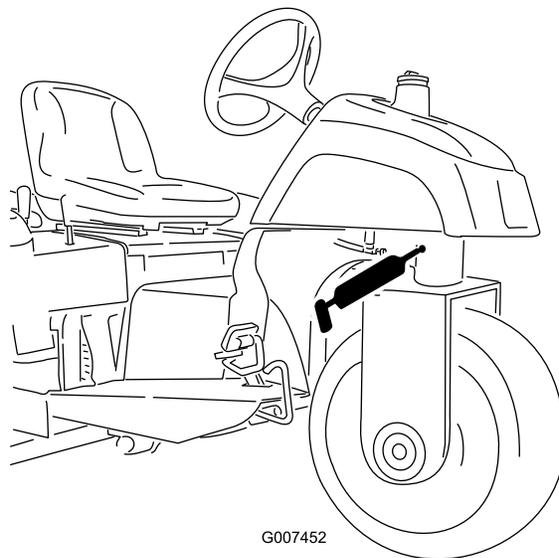

Figure 24
- Pivot de direction (Figure 24)
**Remarque:** Le raccord encastré sur le pivot de direction (Figure 24) nécessite un adaptateur pour la pompe à graisse. Vous pouvez le commander chez les distributeurs Toro agréés (réf. 107-1998).